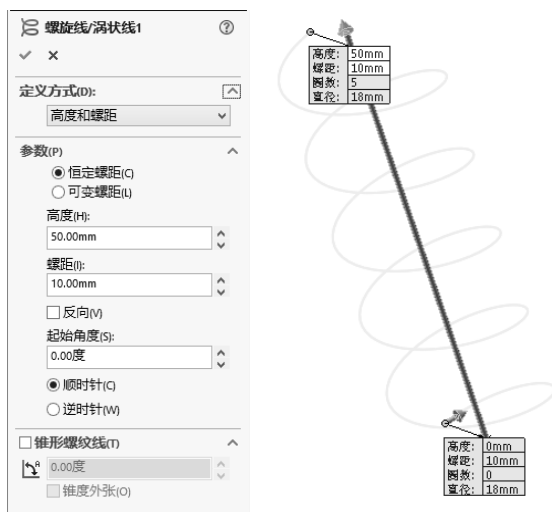

图 12-44 “螺旋线/涡状线”属性管理器
**03** 绘制螺旋线。单击“曲线”工具栏中的“螺旋线/涡状线”按钮, 此时系统弹出图 12-44 所示的“螺旋线/涡状线”属性管理器。设置“定义方式”为“高度和螺距”，选择“恒定螺距”单选按钮，输入高度为 50.00mm，螺距为 10.00mm，起始角度为 0.00 度，然后单击“确定”按钮.